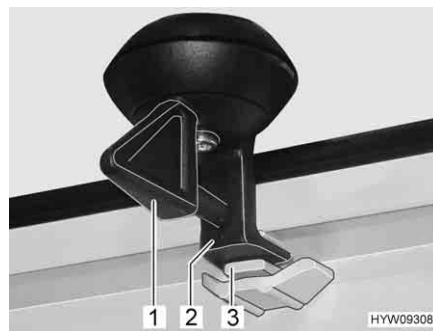

Fig. 45 Bloccaggio (posizione di ricircolo d'aria)
- Ruotare la leva (Fig. 45,1) di un quarto di giro. Il bloccaggio (Fig. 45,2) deve entrare nella rientranza superiore (Fig. 45,3).